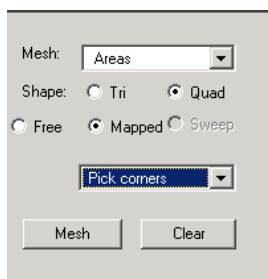

图4.51 选择角点映射分网
- (1) 单击工具栏上的 **RESUM\_DB** 按钮，恢复数据库中的数据。
- (2) 单击 **Main Menu> Preprocessor> Meshing> MeshTool** 菜单菜单打开 **【Mesh Tool】** 对话框。然后按图 4.51 所示的设置选择 **【Pick corners】** 选项，然后单击 **Mesh** 按钮。